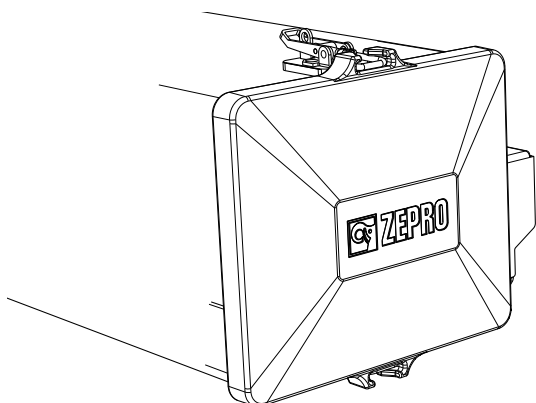

Abbildung 71. Die Schutzabdeckung ist mit zwei Schnappschlössern ausgestattet
1. Entfernen Sie die Schutzabdeckung, die mit zwei Schnappschlössern gesichert ist, siehe Abbildung 71.